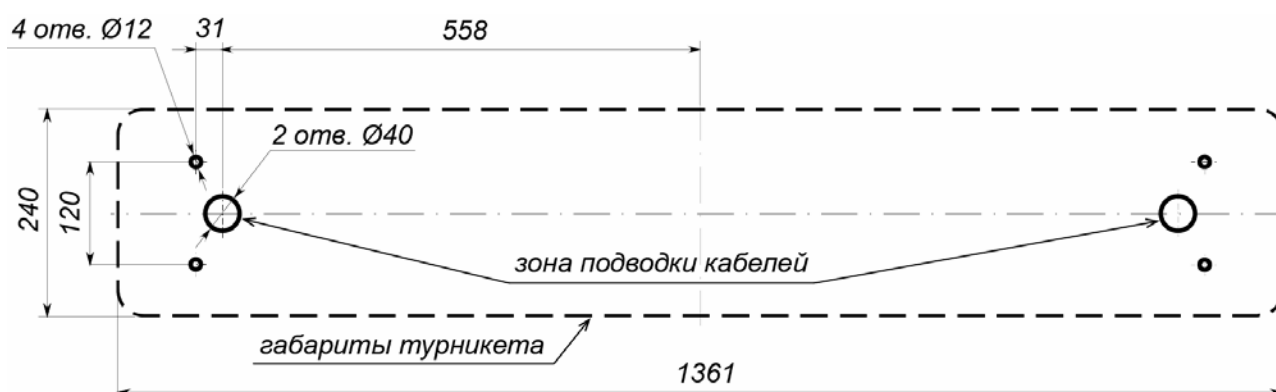

Рисунок 21. Схема разметки для установки стойки турникета
2. Подготовьте в полу отверстия под гильзы анкеров для крепления стойки турникета согласно рис. 21.